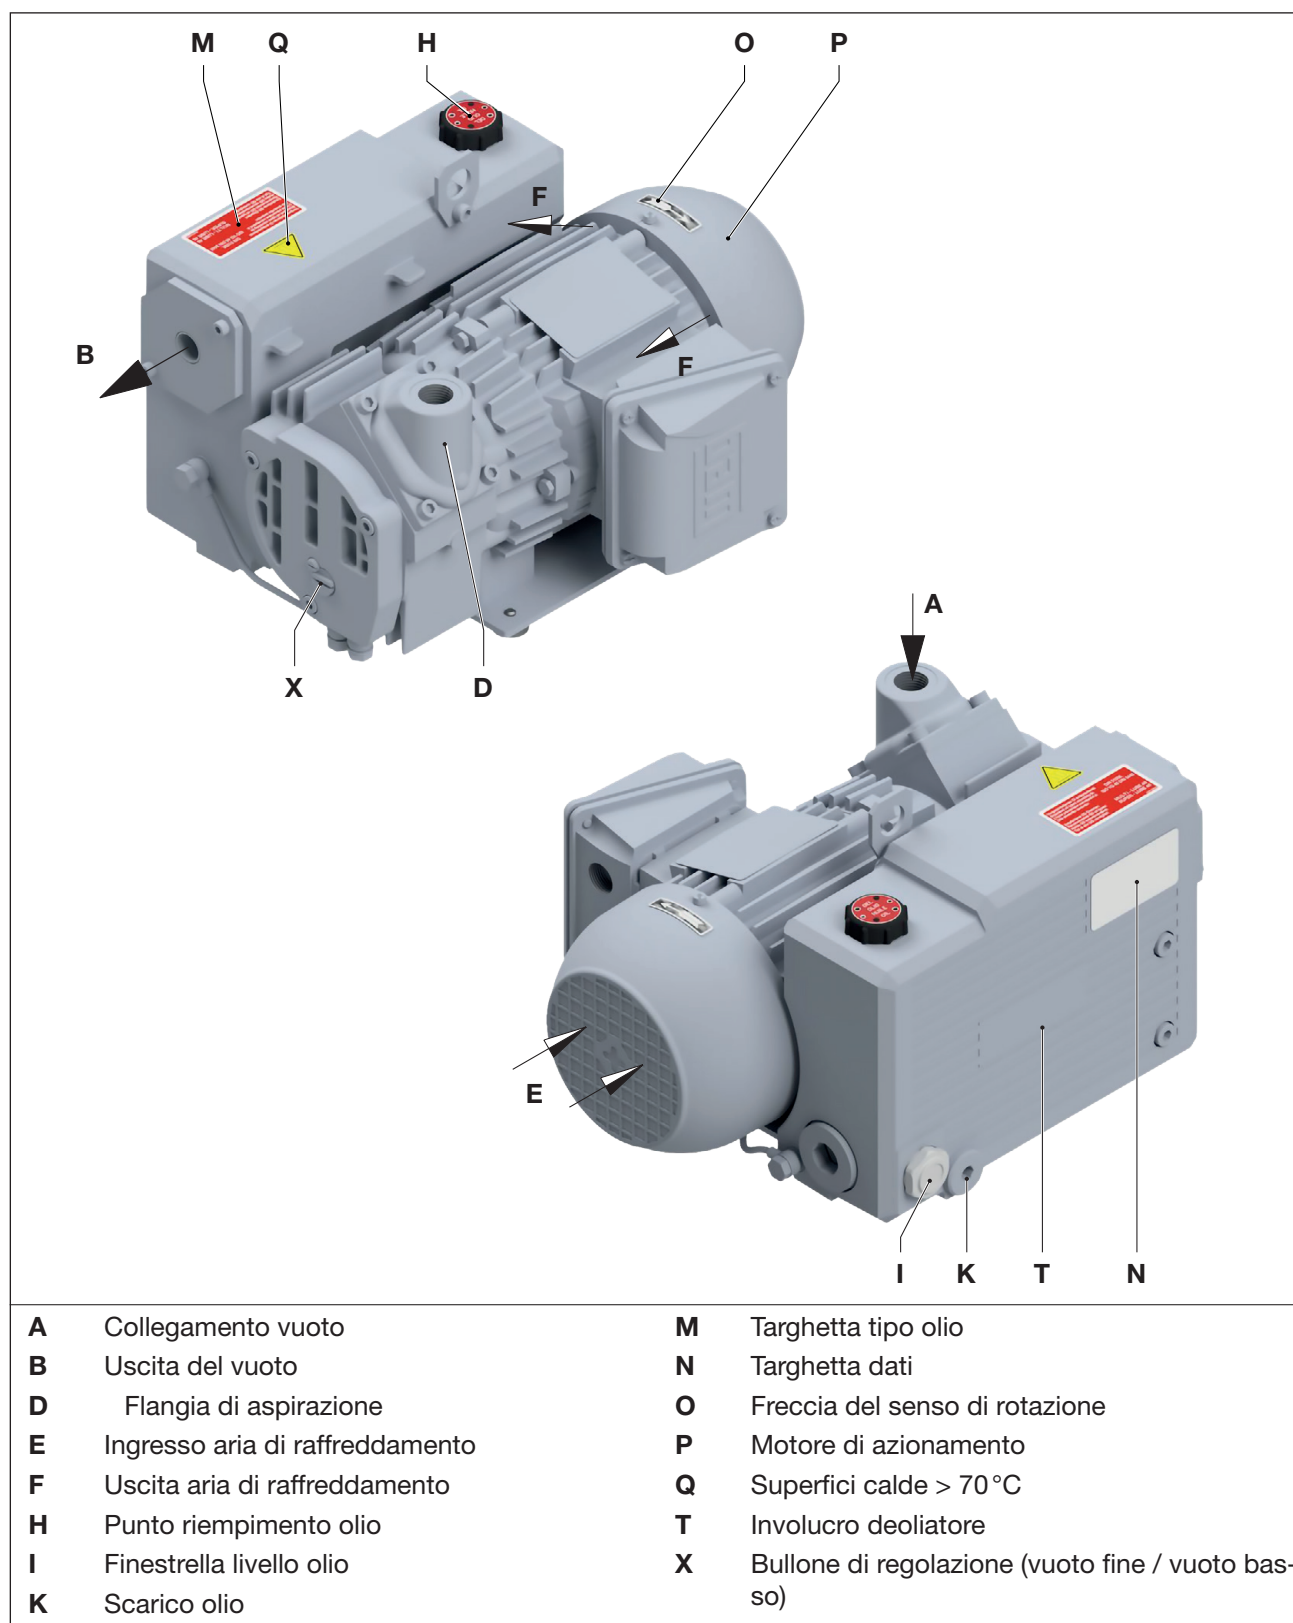

Fig. 2 Pompa per vuoto V-VGD 10 / 15
- La flangia di aspirazione (Fig. 2/D), il punto di riempimento dell'olio (Fig. 2/H), la finestrella livello olio dell'olio (Fig. 2/I), e lo scarico dell'olio (Fig. 2/K) devono essere facilmente accessibili.
L'attacco per il vuoto (Fig. 2/A) si trova sulla flangia di aspirazione (Fig. 2/D).
- Rimuovere i tappi ciechi sull'attacco di aspirazione (Fig. 2/A) e sull'uscita dell'aria di scarico (Fig. 2/B).
- Collegare la tubatura sul collegamento vuoto (Fig. 2/A).
- L'aria aspirata può essere soffiata tramite lo scarico di uscita aria (Fig. 2/B) o trasportata fuori tramite flessibile o tubazione.
- Controllare il livello dell'olio lubrificante sulla finestrella livello olio (Fig. 2/I) ed eventualmente aggiungerlo.
- Riempire l'olio lubrificante (per i tipi adatti, vedi sezione 7.6 „Olio lubrificante“) attraverso il punto di riempimento dell'olio (Fig. 2/H) fino al bordo superiore della finestrella livello olio (Fig. 2/I).